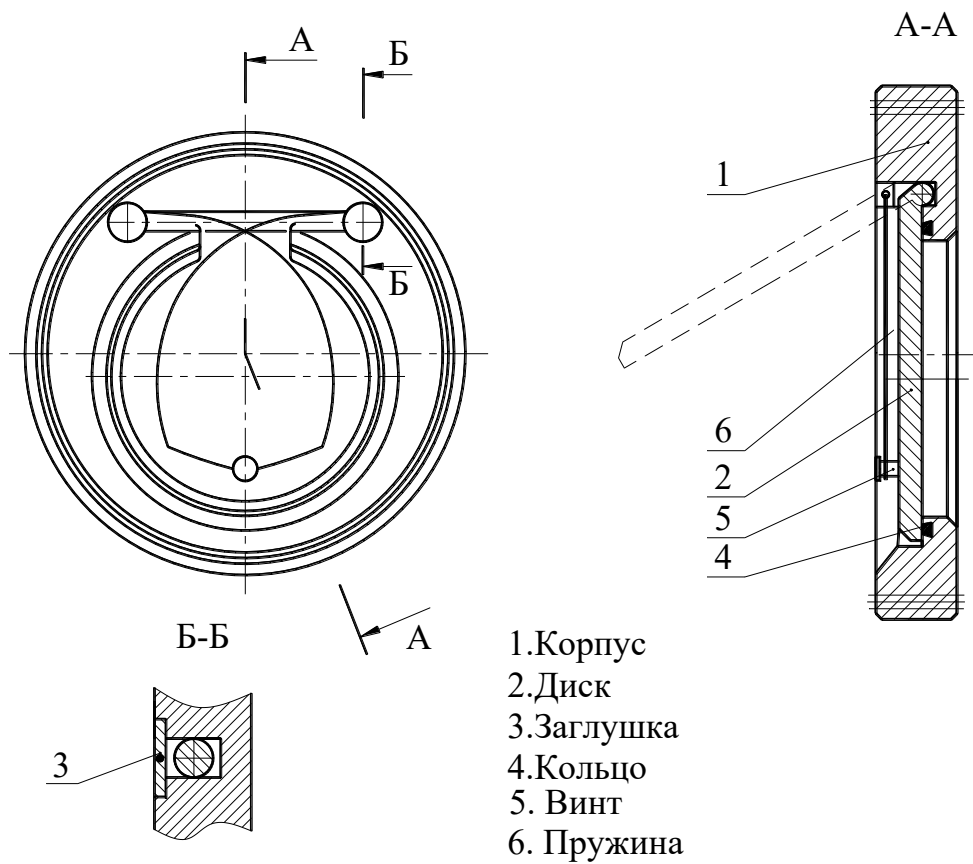

Рисунок 2 – Затвор обратный с пружинами возврата.
5.2.4. Полную разборку затвора с пружиной возврата (см. рис.2) следует производить в следующем порядке:
5.2.5. Полную сборку затвора с пружиной возврата (см. рис. 2) следует производить в следующем порядке: